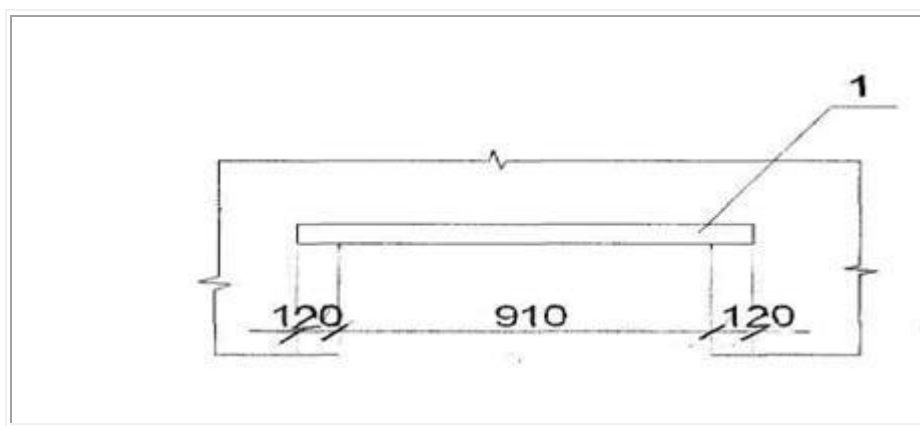

Рисунок 8 Схема опирания ненесущей перемычки над проемом.
2) Для определения длины перемычки к ширине проема прибавляем значение минимального опирания перемычки на стену (рисунок 8 и рисунок 9)